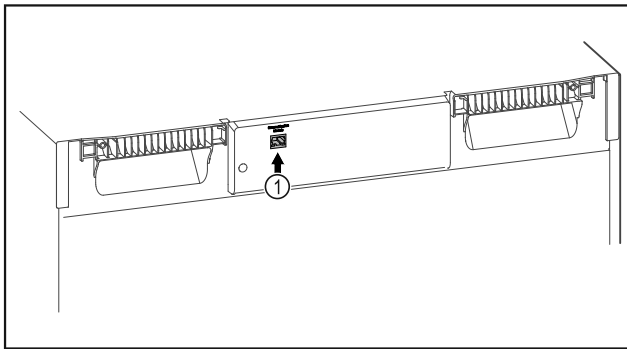

Fig. 123
- ❑ SmartModule Fig. 123 (1) este instalat.